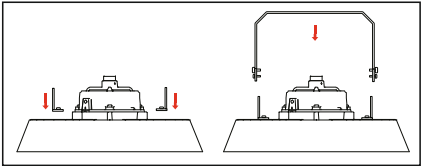

Рис. 2
- 5.12.2 Установите крепления потолочного монтажного кронштейна типа лира на задней панели осветительного прибора, затем соедините потолочный кронштейн с креплениями на корпусе и надёжно затяните болты (рис. 2).